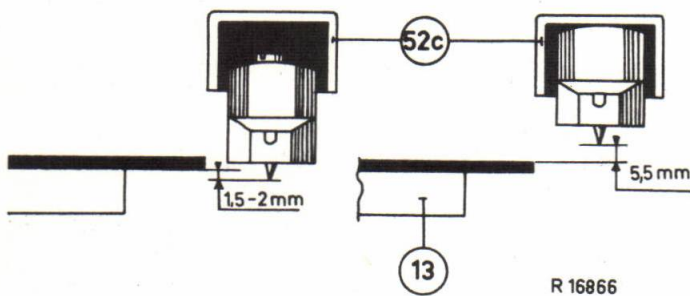

Fig.11
- 6) De afstand van de naaldpunt tot de plaat gemeten in de stand "uit" van de schakelstift 21f moet minstens 5,5 mm bedragen (zie fig.11).
- 8) De naaldpunt moet in de stand "in" van de schakelstift 21f (p.u. kop naar beneden) 1,5 - 2 mm beneden de bovenkant van de plaat komen (zie fig.11).